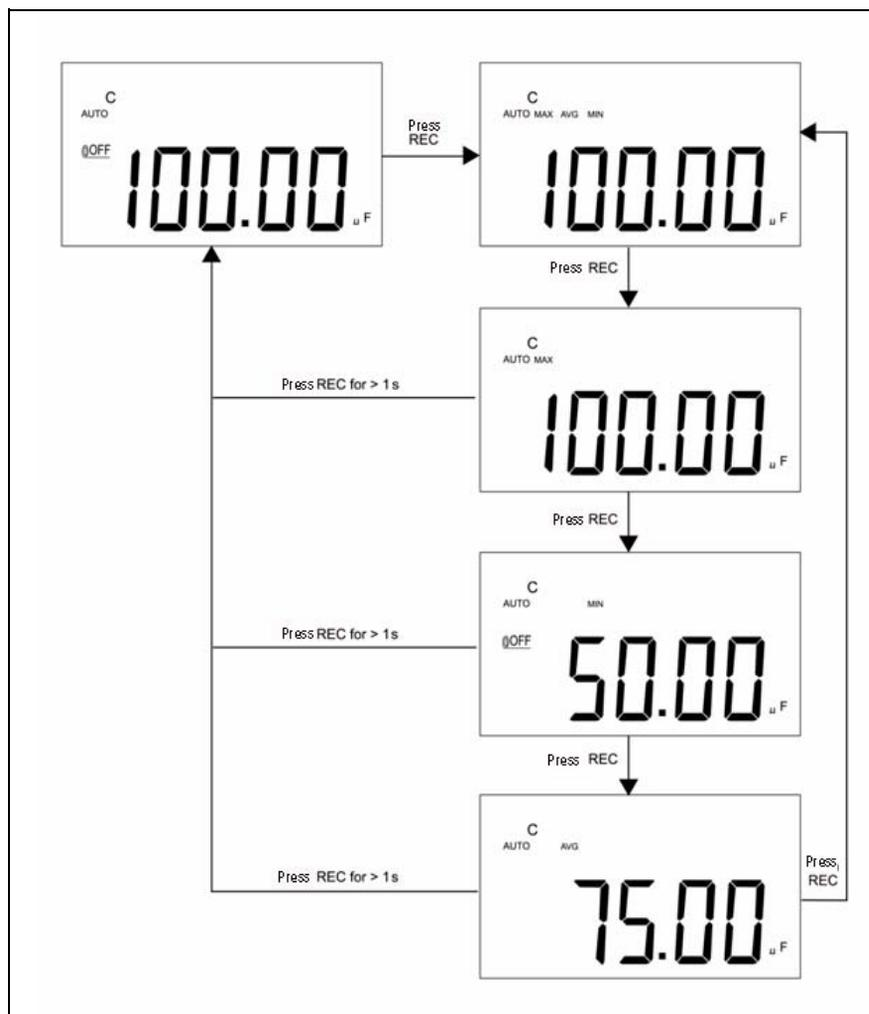

Figure 2-1 Mesure des tolérances
- 2 Appuyez sur cette touche pour faire défiler les valeurs maximales, minimales et moyennes. Les symboles **MAX**, **MIN**, **AVG** ou **MAX AVG**, **MIN** sont respectivement activés pour indiquer le type de valeur affichée (voir Figure 2-1).